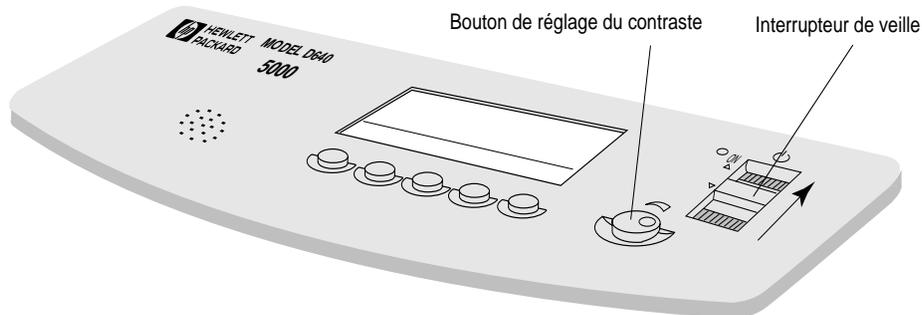

Figure 1-11 Activation de l'interrupteur de veille
3. Activez l'interrupteur de veille, comme illustré à la Figure 1-11 en le mettant momentanément dans la position du haut.
4. Si rien n'apparaît sur l'affichage après quelques secondes, tournez le bouton de réglage du contraste jusqu'à la position 2:00 (14h00), comme illustré à la Figure 1-11. Vous pouvez ensuite régler le contraste à votre goût.